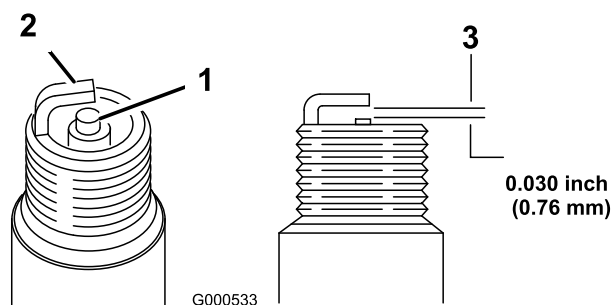

Figura 34
1. Inspeccione la bujía (Figura 34).
2. Compruebe la separación entre los electrodos central y lateral (Figura 34). Si la distancia no es correcta, doble el electrodo lateral.